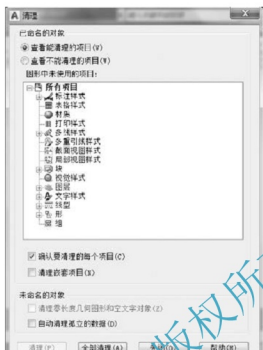

图 5.2 【清理】对话框
① 执行菜单栏中的【文件】|【绘图实用工具】|【清理】命令,打开【清理】对话框并展开图层选项,如图5.2所示。
② 清除【基础墙】、【轴线】、【标注】、【大放脚】、【文本】及【辅助】图层之外的其他图层。